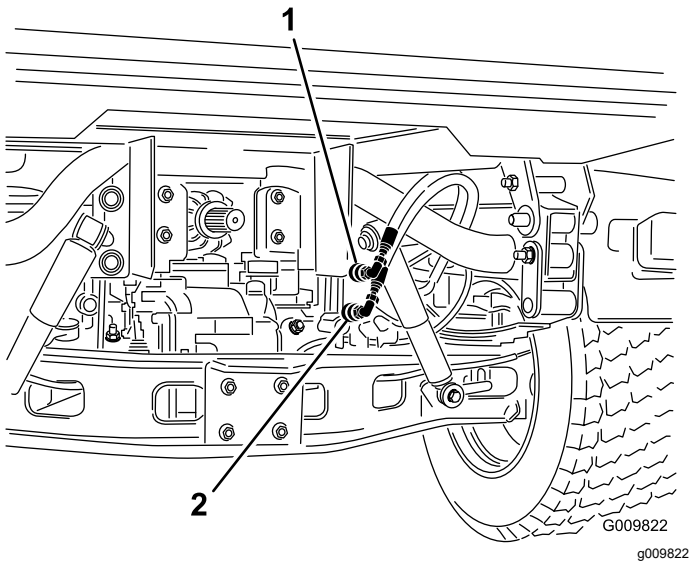

Figura 66
- En ambas máquinas, desconecte las dos mangueras de acoplamiento rápido de las mangueras que están conectadas al soporte de acoplamiento (Figura 66).